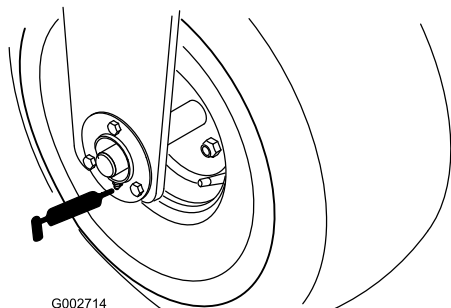

Figura 21
- Cojinete de la rueda delantera (1) (Figura 21)